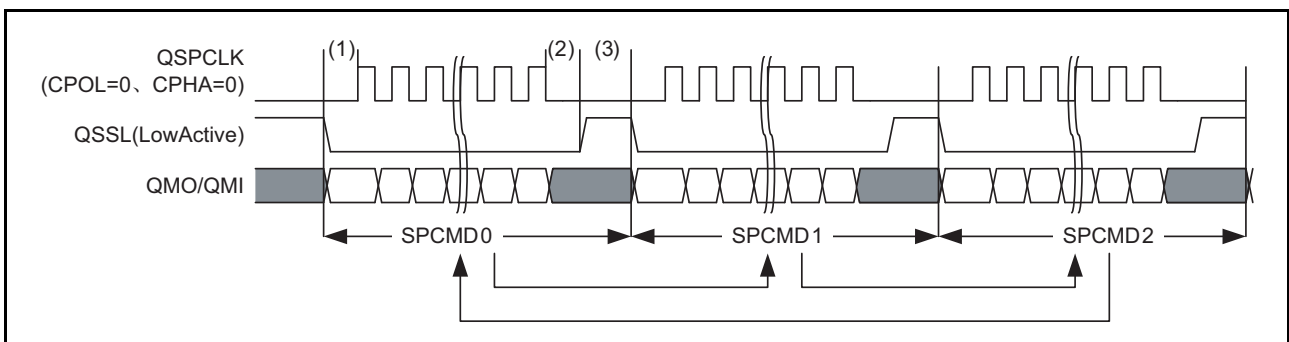

图 18.11 顺序控制运行例子
将顺序控制寄存器设定为“H'02”并且使用 SPCMD0～2 构成顺序时的运行例子如图 18.11 所示。在图中，QMO/QMI 的灰色部分表示无效数据。图中 (1)～(3) 表示如下：